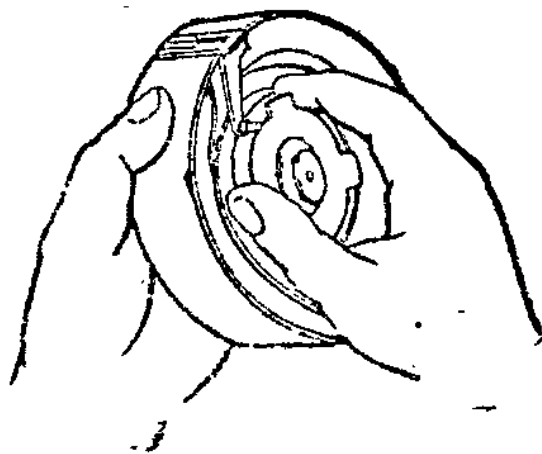

Рис. 9. Как завести пружину
7. Заведи пружину магазина, для чего, взяв магазин в левую руку (рис. 9), заведи пружину барабана на два оборота (восемь щелчков), вращая его против часовой стрелки.